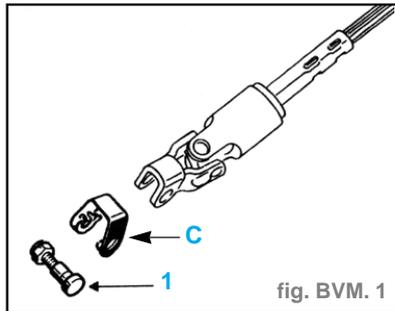

fig. BVM. 1
- l'écrou et la vis à came (**1**) (la retirer à l'aide d'un chasse-goupilles) de la chape de direction après avoir repousser le protecteur. (fig. BVM. 1)